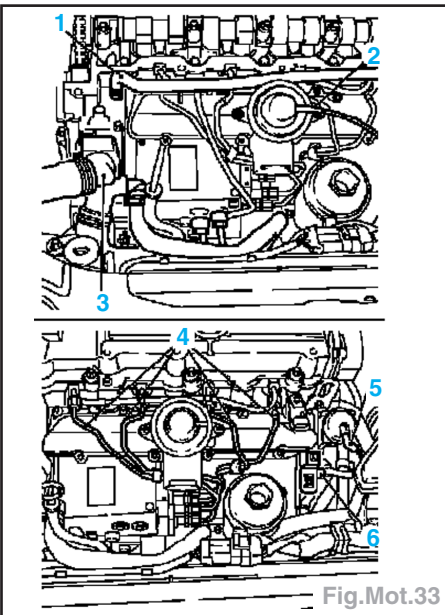

Fig.Mot.33
- Déposer le tuyau de liquide de refroidissement (1) de la culasse et le placer de coté (Fig.Mot.33).